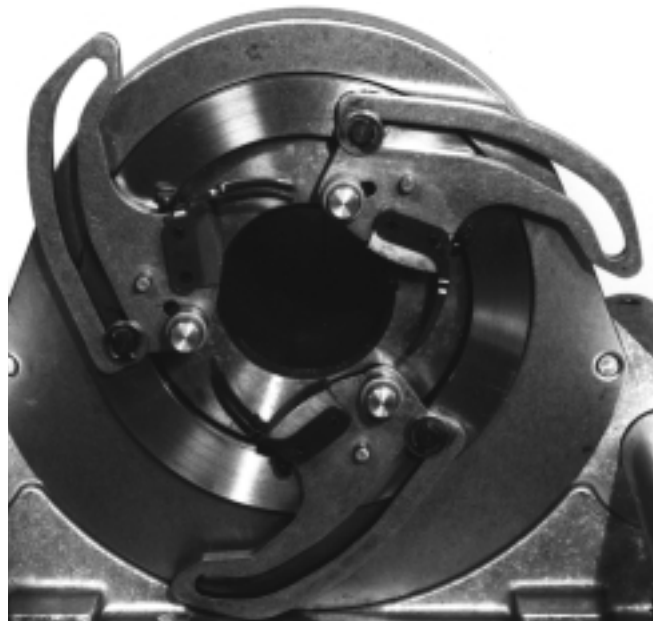

Figure 21 – Système de mandrinage de la machine configuré pour rotation à gauche (cerclips et crampons retirés pour raisons de clarté)
**AVERTISSEMENT** Les mâchoires avant et arrière doivent être en mode rotation à gauche comme indiqué à la Figure 21.
(Figure 21)
Positionnement des mâchoires de centrage arrière pour rotation à gauche (Figure 21)
NOTA ! Avant de réinstaller les couvercles de la machine, assurez-vous que les deux mâchoires (avant et arrière) sont dans le même mode opératoire. (Reportez-vous à la Figure 21 pour la rotation à gauche ou à la Figure 24 si vous revenez à une rotation à droite.)